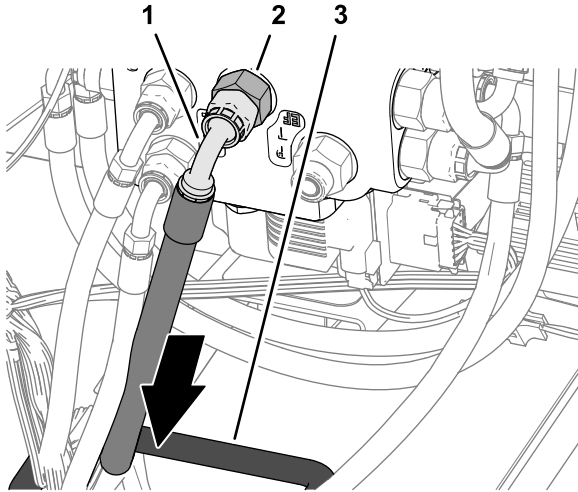

Figura 124
- Enrute el extremo de la manguera de retorno del depósito de 10 mm x 2921 mm ($\frac{3}{8}$ " x 115") a través del anillo de goma de la chapa de suelo (Figura 124).
- Monte el acoplamiento de 90° de la manguera de retorno del depósito de 10 mm x 2921 mm ($\frac{3}{8}$ " x 115") en el acoplamiento del orificio EF de la válvula de dirección EHI, y apriete el acoplamiento (Figura 124).